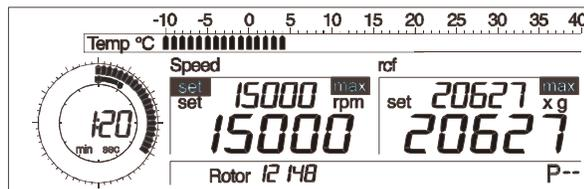

Abb. 5.14: Einstellung der Drehzahl
- Drehen Sie den linken Drehknopf, bis im Anzeigenfeld "set" unter dem Parameter "Speed" erscheint (Abb. 5.14).